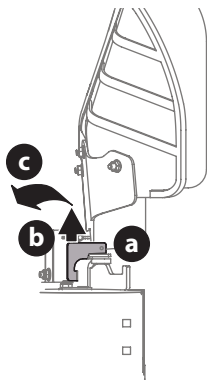

Figure 14
- La goulotte est livrée attachée et avec un support d'arrêt tenant la goulotte en position verticale. Le support d'arrêt doit être retiré avant d'utiliser le tracteur (Figure 14).
- En tenant le déflecteur de goulotte complètement vers le haut, retirez le support d'arrêt (Figure 14):